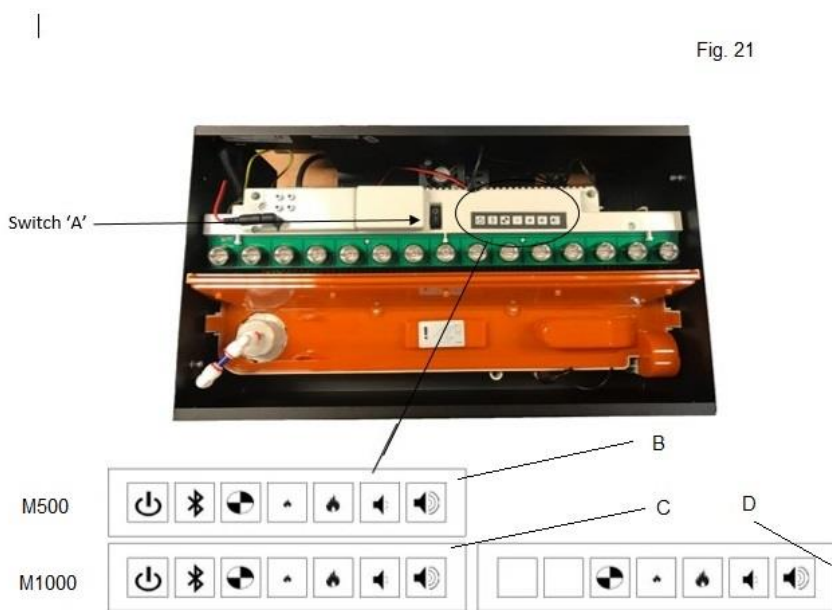

Fig. 21
1. Heben Sie die Topplatte ab und setzen Sie den Schalter 'A' in die Position OFF (Abb. 21).